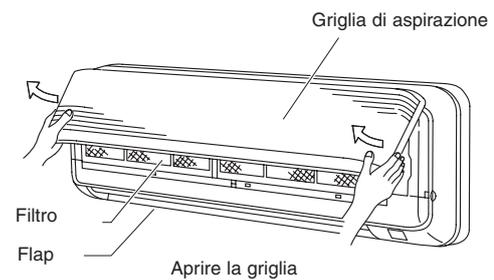

Fig. 3-22
- (1) Sollevare entrambi i lati della griglia di ingresso dell'aria per aprirla. (Fig. 3-22)
- (2) Rimuovere il filtro. (Fig. 3-22)